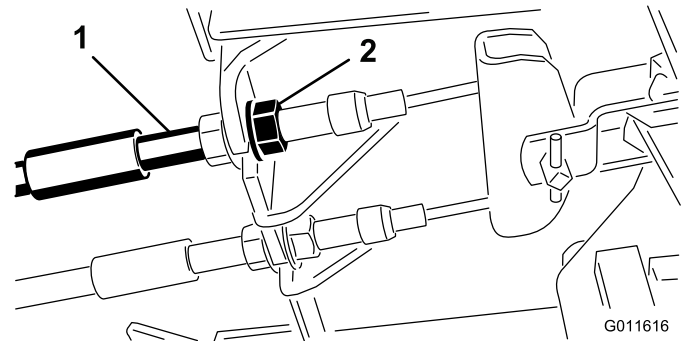

Figura 67
1. Para reduzir a folga dos pedais dos travões, aperte os travões desapertando a porca dianteira que se encontra na extremidade roscada do cabo dos travões (Figura 67).